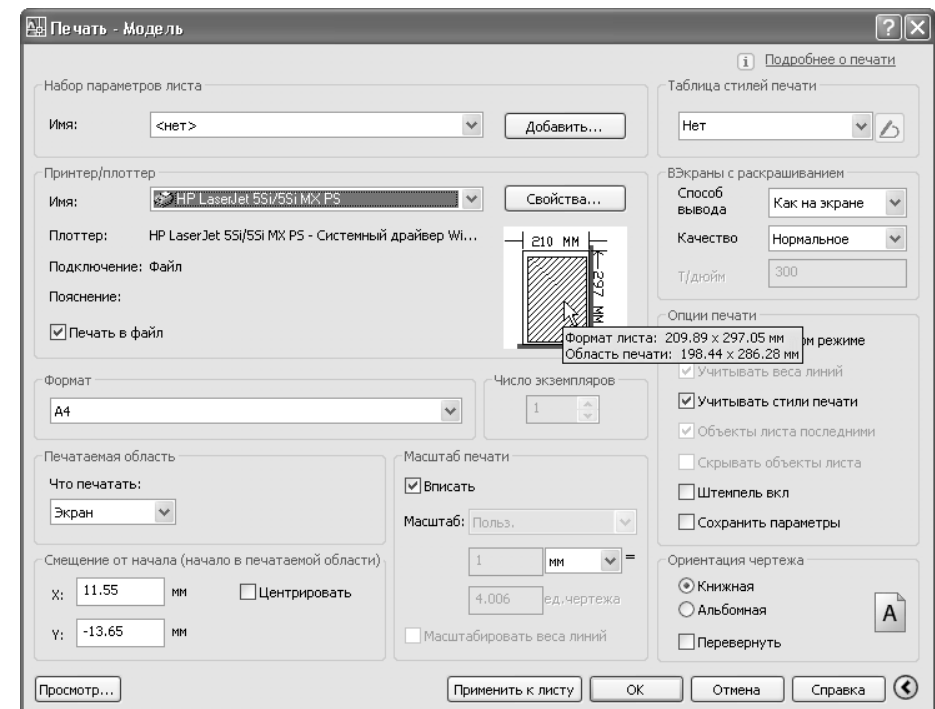

Рис. 14.7 ▼ Диалоговое окно **Печать - Модель** (Plot - Model) с параметрами, установленными для выбранного принтера
После выбора устройства печати, параметры окна **Печать - Модель** (Plot - Model) изменятся, отображая значения, характерные для выбранного устройства, например, как показано на рис. 14.7.
*Совет.* Размер печатаемой области можно также узнать из всплывающей подсказки, которая появляется, если остановить указатель мыши на 1–2 на области представления образа печатного листа, как показано на рис. 14.7.
В группе **Масштаб печати** (Plot scale), расположенной под группой **Принтер/плоттер** (Printer/plotter), по умолчанию установлен флажок **Вписать** (Fit to paper). Как правило, этот флажок лучше всего сбросить и задать масштаб чертежа вручную, поскольку AutoCAD в режиме **Вписать** (Fit to paper) выбирает нестандартные значения масштаба, с которыми трудно работать (например, 1:57.91, как показано на рис. 14.7). Поэтому сбросьте этот флажок и выберите из списка **Масштаб** (Scale) масштаб **1:10**, если вы будете выполнять печать на принтере формата A2. Если, следуя примеру автора, вы выбрали принтер формата A4, тогда введите в строке **ед.чертежа** (units) значение **25**. Значение в списке **Масштаб** (Scale) в этом случае автоматически изменится на **Польз.** (Custom).
***Совет.** Доступ к вкладке **Порты** (Ports) окна **Редактор параметров плоттера** (Plotter Configuration Editor) можно также получить, щелкнув на кнопке **Свойства** (Properties) окна **Печать** (Plot) (см. рис. 14.7). Хотя с помощью этой вкладки переназначить печать в файл можно и для системных принтеров Windows, все же лучшие порты последних переназначать с помощью вкладки **Порты** окна **Редактор параметров плоттера** (Plotter Configuration Editor).*